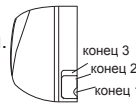

Рис. 2
1. При проводке труб и проводов с левой или правой стороны внутреннего блока, при необходимости, обрежьте концы рамы (см. рис. 2).